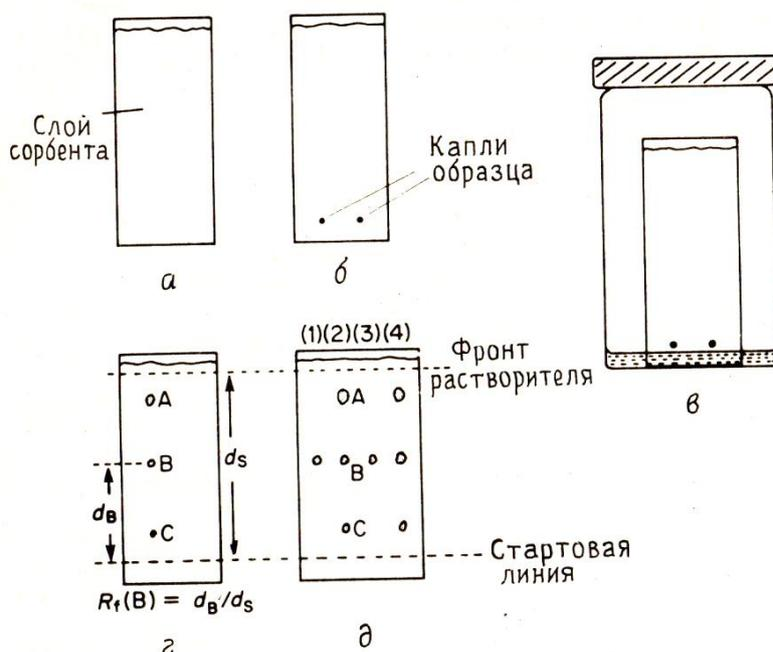

Рис.8. Тонкослойная хроматография.
Разделение проводят на плоской пластинке, покрытой тонким слоем сорбента - силикагелем или оксидом алюминия (Рис.8,а) Разделяемую смесь, растворенную в соответствующем растворителе, наносят в виде капель на пластинку (Рис.8,б) и после испарения растворителя помещают пластинку в проявительную камеру (Рис.8,в), в которую налито немного растворителя. Растворитель поднимается по слою сорбента под действием капиллярных сил. При этом различные соединения, находящиеся в смеси, поднимаются с разными скоростями в зависимости от их сродства к сорбенту. По достижении растворителем верхнего слоя сорбента соединения в идеальном случае должны полностью разделиться (Рис.8,г). Процесс разделения - это одна из форм жидкостно-адсорбционной хроматографии.
Пластинки для ТСХ состоят из подложки обычно стекла, а иногда пластмассы или толстой алюминиевой фольги, на которую нанесен тонкий слой сорбента толщиной примерно 0,25 мм (Рис.8,а). Сорбентом обычно служит либо силикагель, либо оксид алюминия с размером частиц до 30 мкм, к которым добавлено связующее (до 10% гипса или крахмала), обеспечивающее прочность слоя. Пластинки бывают двух основных типов: многократного использования и одноразовые.
Место нанесения капель в зависимости от растяжения размера пластинки должно быть на расстоянии 1 см от нижнего края на больших (5 x 20 см) пластинках и около 5 мм на маленьких одноразовых пластинках. Важно также наносить капли достаточно далеко от нижнего края (Рис.8,б и в), чтобы они не погружались в проявляющий растворитель. Перед нанесением образца заполните капилляр, погрузив его конец в раствор (капилляр заполняется раствором под действием капиллярных сил), затем слегка прикоснитесь заполненным кончиком к сорбенту, стараясь при этом не повредить его поверхности, чтобы не вызвать некоторого искажения капли при проявлении хроматограммы. Важно наносить
Меры безопасности. В этой операции обычно используются летучие легковоспламеняющиеся растворители, поэтому ее нужно проводить вдали от источников возгорания предпочтительно в вытяжном шкафу. Хроматограмму проявляют погружением нижнего края пластинки в проявляющий растворитель в сосуде соответствующего размера (Рис.8,в). Большие пластинки проявляют в специальных камерах (20 x 5 см), а маленькие - в широкогорлых бутылках с завинчивающимися крышками. Камеру изнутри следует частично выложить фильтровальной бумагой, которая погружалась бы в растворитель, чтобы создать атмосферу, насыщенную парами растворителя, и свести к минимуму испарение с пластинки. При проявлении хроматограммы сначала залейте в банку столько растворителя, чтобы пятно образца оказалось над его поверхностью, а затем опустите в банку пластинку, стараясь расположить ее вертикально.
Какой бы метод ни использовался для визуализации, положение пятен для проведения дальнейших измерений необходимо пометить карандашом или шпателем (Рис.8,г).
При конкретном наборе условий (сорбент и растворитель) характеристикой соединения является значение  $R_f$  (Рис.8,г). Таким образом, идентичность значения  $R_f$  соединения, находящегося в смеси, со значением  $R_f$  "подлинного" образца (вещества сравнения) дает полное основание считать, что они одинаковы (см. предостережение ниже). Поскольку сорбенты различны, а состав смеси растворителей трудно воспроизвести точно, необходимо доказать, что значения  $R_f$  одинаковы. Для этого хроматографируют смесь и вещество сравнения рядом друг с другом на одной и той же пластинке или добавляют
небольшое количество вещества сравнения к отдельной пробе смеси, чтобы удостовериться в точном совпадении пятен. На Рис.8,д (1) и (3) - вещество сравнения В, (2) - смесь, а (4) - смесь плюс вещество сравнения.